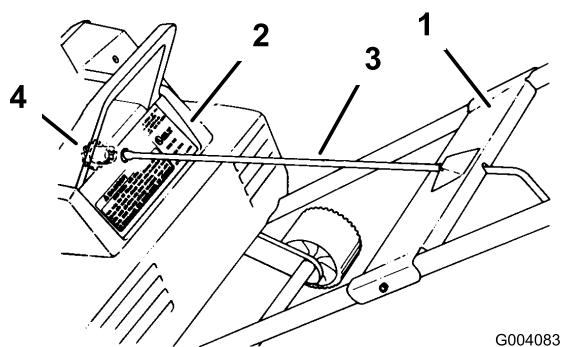
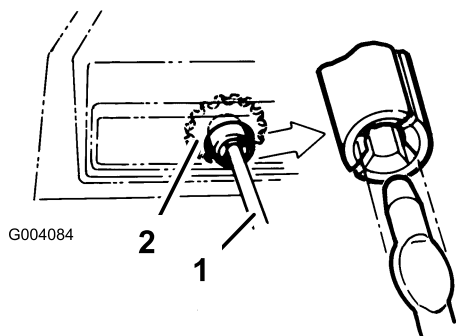

Bild 4
Bild 5
6. Setzen Sie die Befestigungsplatte auf die Rohre (Bild 4).
9. Drehen Sie die Stange der Auswurfkurbel vorsichtig, bis das abgeflachte Ende in den Schlitz des Zahnrads greift. Drücken Sie die Auswurfkurbel dann fest in das Zahnrad, bis sie einrastet (Bild 4 und Bild 5).